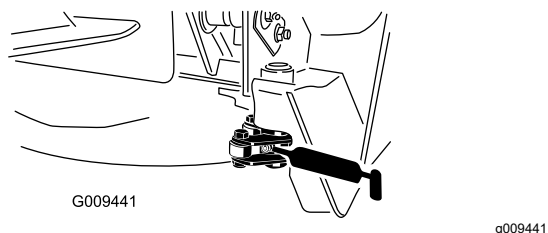

Figura 81
- Duas articulações do trinco (Figura 81)